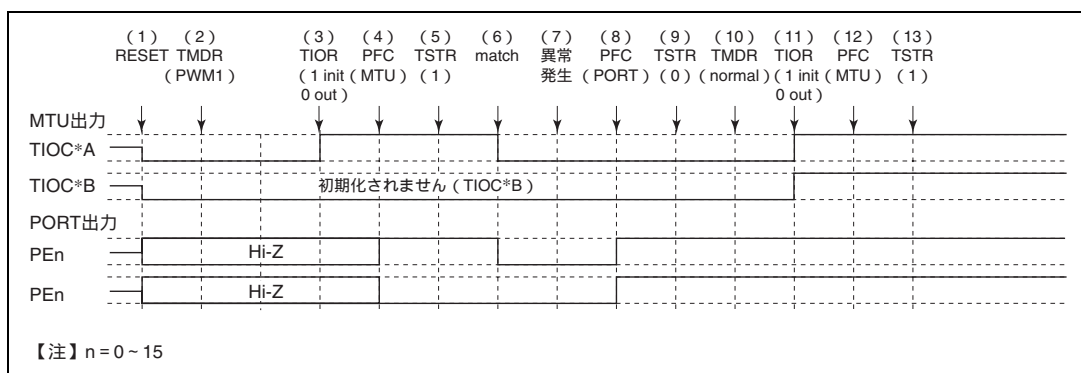

図 10.64 PWM モード 1 で異常が発生し、ノーマルモードで復帰する場合
PWM モード 1 で異常が発生し、再設定後ノーマルモードで再スタートする場合の説明図を図 10.64 に示します。
- (1) ~ (9) は図 10.64 と共通です。
- (10) PWMモード1で再スタートする場合には必要ありません。
- (11) TIORで端子を初期化してください (PWMモード1ではTIOC\*B側は初期化されません)。
- (12) PFCでMTU出力としてください。
- (13) TSTRで再スタートします。
- (10) PWMモード2を設定します。
- (11) TIORで端子を初期化してください(PWMモード2では周期レジスタの端子は初期化されません)。
- (10) 位相計数モードを設定します。
- (11) TIORで端子を初期化してください。